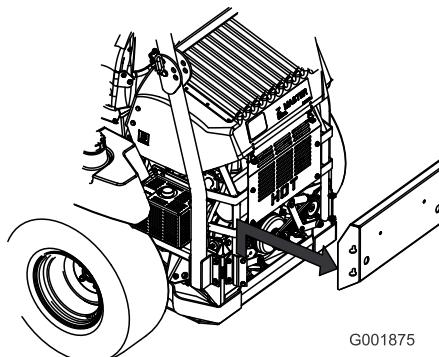

Figura 61
3. Retire el panel trasero del motor (Figura 61).